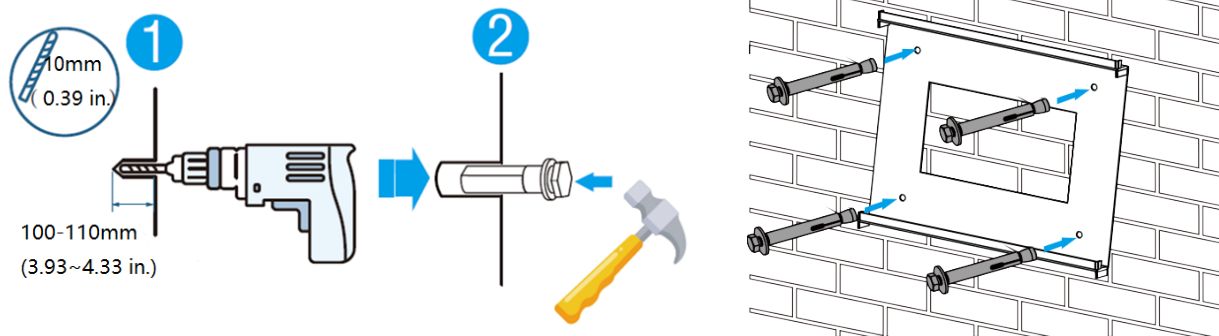

Abbildung 5-2
b) Wählen Sie den empfohlenen Bohrkopf (Abbildung 5-2) und bohren Sie 4 Löcher von 100 mm - 110 mm Tiefe in die Wand.
c) Befestigen Sie die Aufhängeplatte mit einem geeigneten Hammer an der Wand und setzen Sie die Dehnschrauben in die Löcher ein, wie in Abbildung 5-2 dargestellt.
b) Stellen Sie die Batterie seitlich an die Wand und markieren Sie die Position des Befestigungslochs. Wählen Sie den empfohlenen Bohrkopf (wie in der Abbildung unten gezeigt) und bohren sie 2 Löcher von 100 - 110 mm Tiefe in die Wand, wie in Abbildung 5-2 und Abbildung 5-5 gezeigt.
- c) Befestigen Sie die Batterie mit einem geeigneten Hammer an der Wand und setzen Sie die Dehnschrauben in die Löcher ein, wie in Abbildung 5-2 dargestellt.